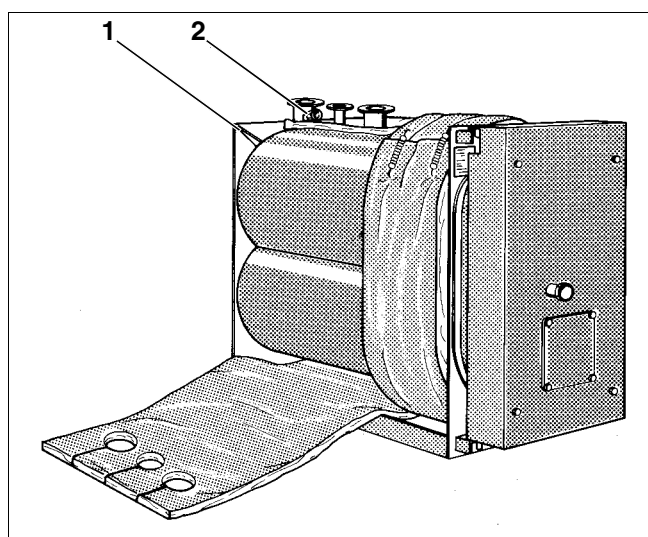

Fig. 8 Montagem do isolamento térmico
- Coloque 2 esteiras de isolamento térmico à volta do corpo da caldeira, fixando-as lateralmente, sobrepostas em cima, com 5 molas de aperto (fig. 8).
Atenção ao casquilho de imersão MVK (fig. 8, **item 2**)!
- Corte as esteiras de isolamento térmico em cima e em baixo na zona das chapas de união (fig. 8, **item 1**).